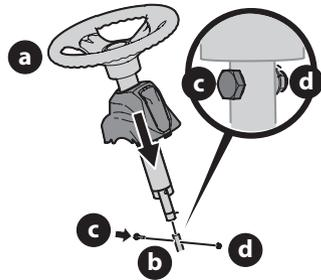

Figure 2
2. Enlevez le boulon à épaulement et le contre-écrou de l'arbre de direction et gardez-les pour utilisation ultérieure (Figure 2).
4. Abaissez le volant (a) sur la partie inférieure de l'arbre de direction (b) et maintenez-le en place avec le boulon à épaulement (c) et le contre-écrou (d) retirés plus tôt (Figure 2).